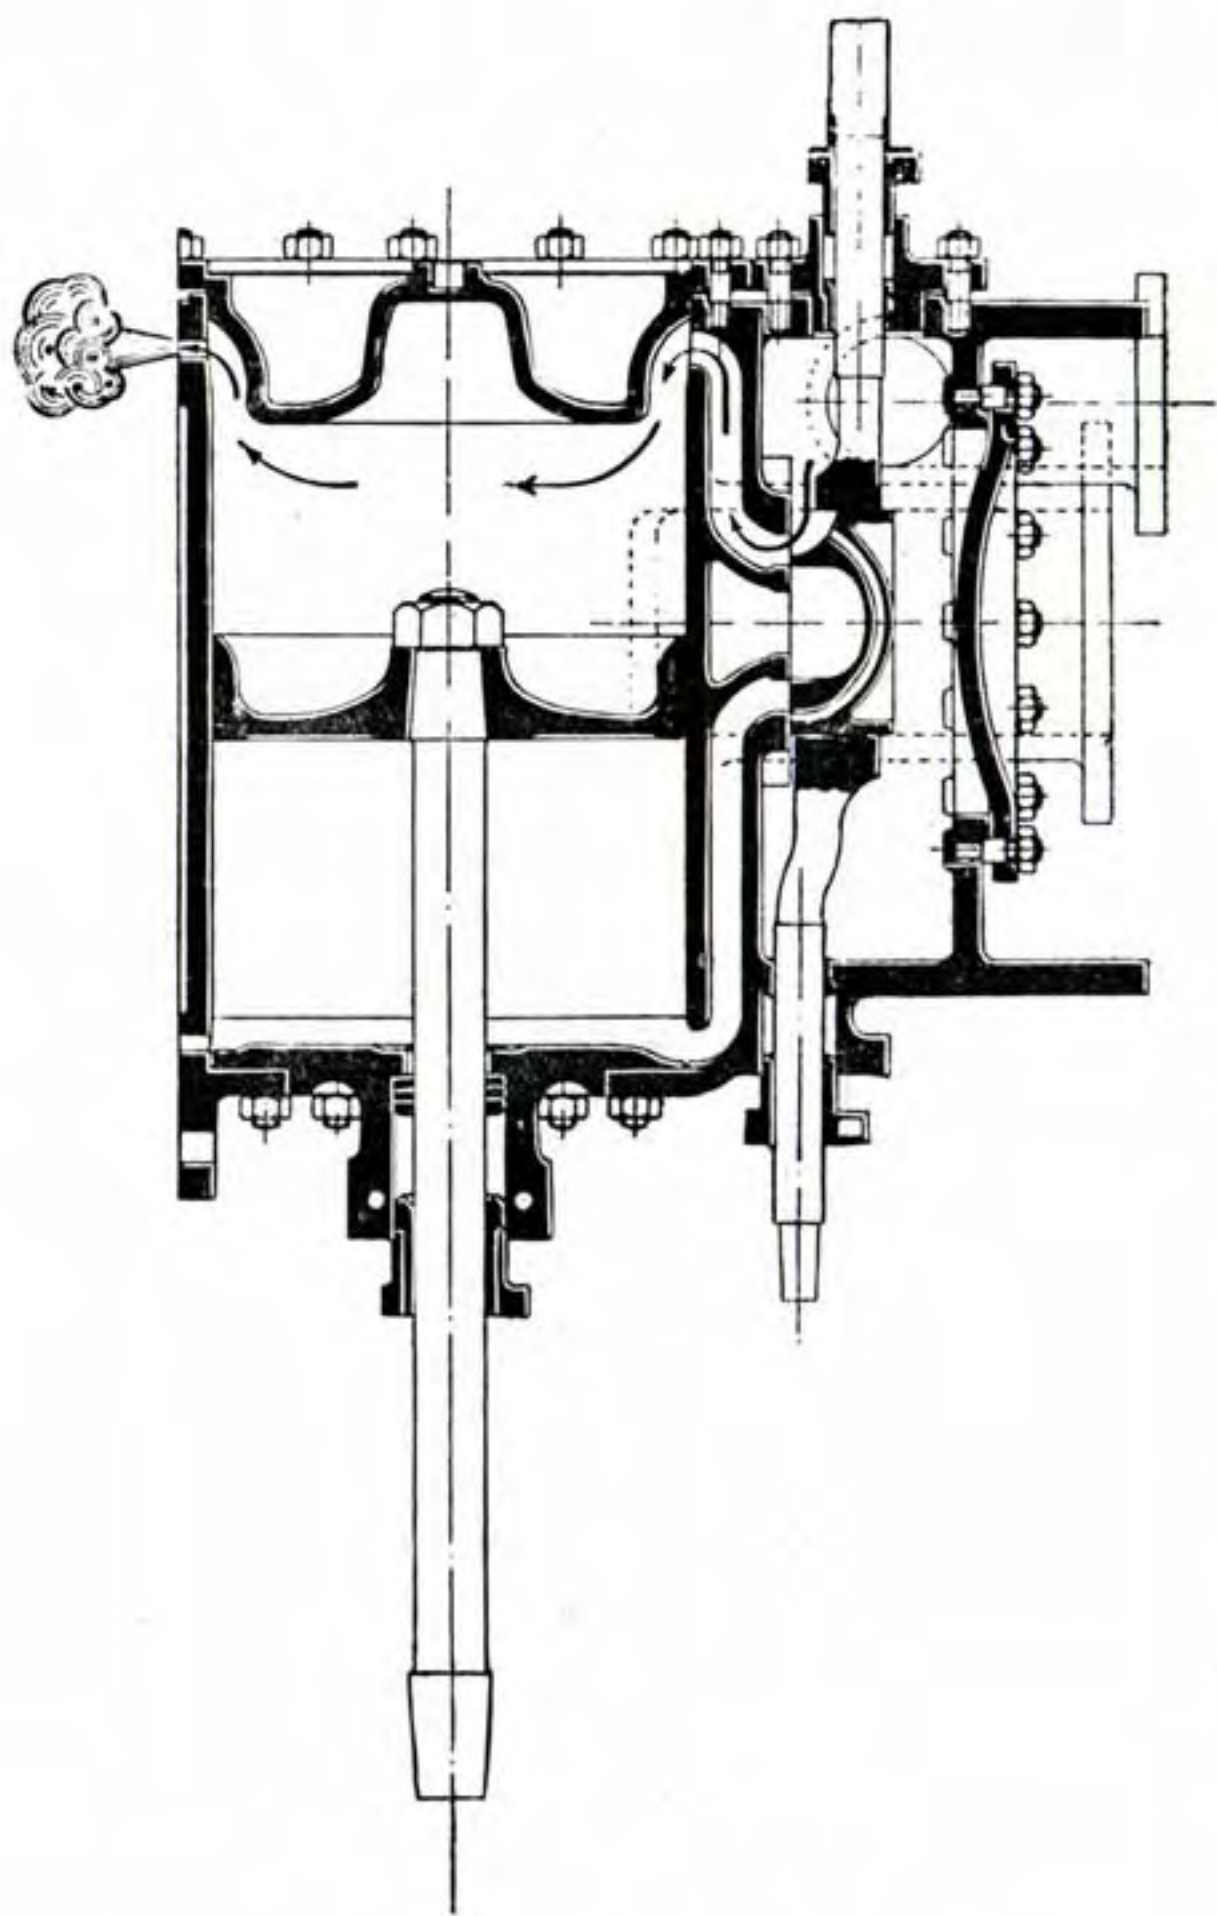

Fig. 19. — Le tiroir est avarié.
Il en conclut que le tiroir (fig. 19) ou l'attache du tiroir est avarié ; d'autre part, puisqu'un seul purgeur
b) Si la table du tiroir ou le tiroir lui-même (fig. 19) est avarié, l'autre purgeur et parfois même la décharge donneront certaines positions du levier de changement de marche.